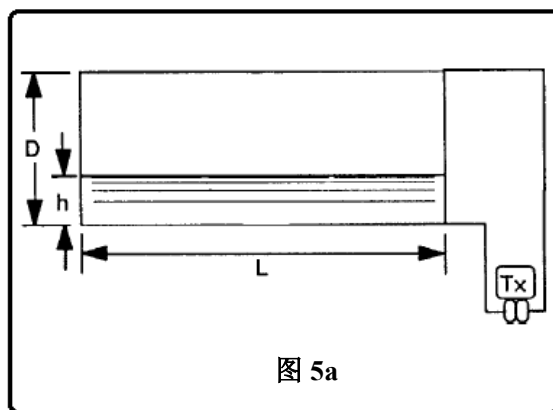

图 5a
a) 具有平面末端的柱状容器（不常用，图5a）。变送器测量整个容器高度。